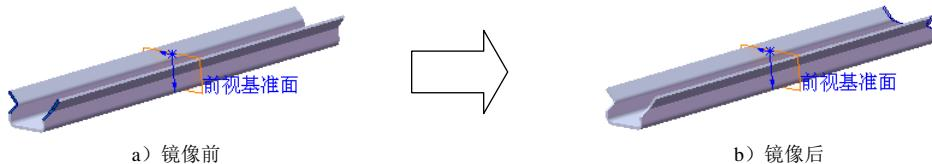

图 13.3.6 镜像 1
(3) 定义切除深度属性。在“切除—拉伸”对话框 **方向 1** 区域的  下拉列表中选择 **完全贯穿** 选项，选中 **正交切除(N)** 复选框，选中 **方向 2** 复选框，其他采用系统默认设置值。
(4) 单击  按钮，完成切除—拉伸 1 的创建。
Step4. 创建图 13.3.6 所示的镜像 1。
(1) 选择命令。选择下拉菜单 **插入(I)** → **阵列/镜向(E)** → **镜向(M)...** 命令。
(2) 定义镜像基准面。选取前视基准面作为镜像基准面。
(3) 定义镜像对象。选择切除—拉伸 1 作为镜像 1 的对象。
(4) 单击 \checkmark 按钮，完成镜像 1 的创建。